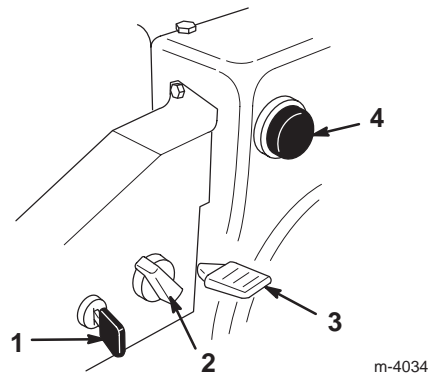

Figure 21
- **Clé de contact** (Fig. 21)—Insérez la clé dans le commutateur d'allumage avant de mettre le moteur en marche. Pour couper le moteur, retirez la clé de contact.
- **Starter** (Fig. 21)—Pour mettre en marche un moteur froid, tournez la commande de starter dans le sens des aiguilles d'une montre à la position *en service*. À mesure que le moteur se réchauffe, tournez progressivement le starter dans le sens anti-horaire jusqu'à la position *hors service*.
- **Commande d'accélérateur** (Fig. 21)—Déplacez la manette vers le haut pour augmenter le régime du moteur, ou vers le bas pour le réduire. Réglez la manette d'accélérateur en position d'*Arrêt* pour arrêter le moteur.
- **Amorceur** (Fig. 21)—Appuyez sur l'amorceur pour envoyer une petite quantité d'essence dans le moteur afin de faciliter le démarrage par temps froid.
2. Retirez la clé de contact du commutateur d'allumage (Fig. 21).
3. Enlevez le bouton de starter (Fig. 21).
5. Tournez le starter en position *en service* (Fig. 21).
6. Insérez la clé de contact (Fig. 21).
7. Couvrez l'orifice central de l'amorceur (Fig. 21) avec le pouce et appuyez sur l'amorceur à trois reprises, en marquant une pause à chaque fois.
10. Dès que le moteur a démarré, tournez le starter (Fig. 21) à la position 3/4. A mesure que le moteur se réchauffe, tournez le starter à la position 1/2. Quand le moteur est suffisamment chaud, tournez le starter à la position *hors service*.